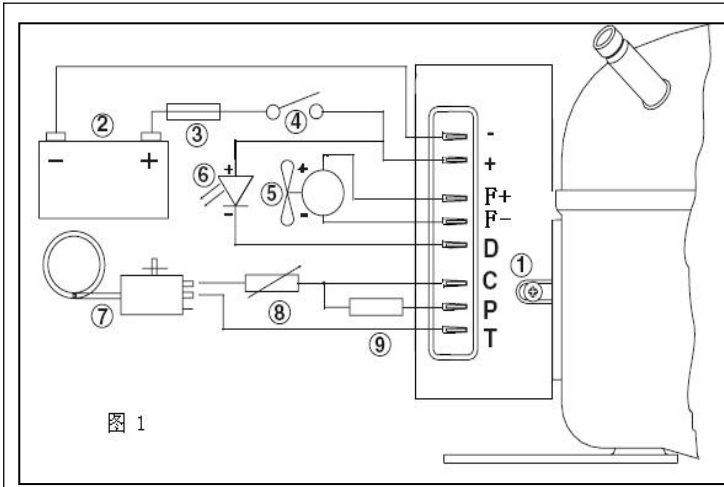

图 1
- 安装方式：如图 1 所示。将控制器三相输出插件紧插在压缩机的接线端上，控制器套入压缩机的装卡片后拧紧螺钉（1）。
- 电源连接：如图 1 所示。a、控制器的电源输入线直接连接至电池的正负极（2），控制器的（-）极连至电池的负极；控制器的（+）极连至电池的正极，否则控制器将不能正常工作，控制器具有电源反接保护。b、为了保护装置，必须在正电源连线中接入一个保险丝（3），并尽可能的靠近电池的正输出极；推荐采用 7.5A。c、如果加入主开关（4），则开关的最小通断电流值大于 10A。d、电源线的选择应不小于 1 平方的标准线，如果电源至控制器的连线较长，应当增加线径，否则会因电源连线上的电压降影响到控制器的电池保护点的设置值。
- 电池的保护：如图 1 所示。a、控制器通过检测输入极（+）和（-）之间的电压值来确定停止压缩机及重新启动压缩机，用于保护不同的供电电池。
- 5、 温度开关：如图 1 所示。a、温度开关（7）连接在控制器的 C、T 端，如果中间不连接任何电阻，则当温度开关闭合时压缩机的运行速度为 2000rpm。b、其他压缩机的设定转速可通过电阻（8）来调节电流（mA）获得，具体电阻数值参照表 4。
- 6、 外接风扇：如图 1 所示。a、控制器的端子（F+）和（F-）之间可接入一个 12V 的直流风扇（5），风扇的正极连接控制器的（F+）端，负极连接控制器的（F-）端。当控制器的输入电压超出 12V 时，端子（F+）和（F-）之间输出的值总是保持 12V。b、控制器可持续输出 0.8A 的风扇驱动能力。
- 7、 外接 LED 显示：如图 1 所示。a、控制器的端子（+）和（D）之间可接入一个 10mA 的 LED（6）用于显示故障，LED 的阳极连接控制器的（+）端，阴极连接控制器的（D）端。b、当发生故障时，LED 每 3 秒为循环，在每个循环中连续闪烁，根据不同的故障闪烁不同的次数，每次闪烁为 0.4 秒，持续闪烁 3.2 分钟。具体代码和闪烁次数如表 3。